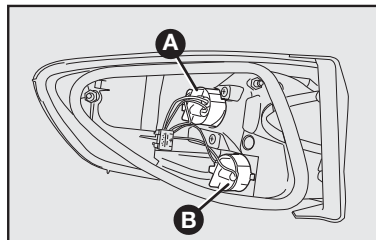

fig. 45
**A-fig. 45:** Luz de posição traseira / luz e freio.
**B-fig. 45:** Luz de direção (seta) traseira.
3) Para substituir a lâmpada da luz de direção, girar no sentido anti-horário a tampa porta-lâmpadas **B-fig. 45**, empurrar levemente a lâmpada e girá-la no sentido anti-horário. Em seguida,